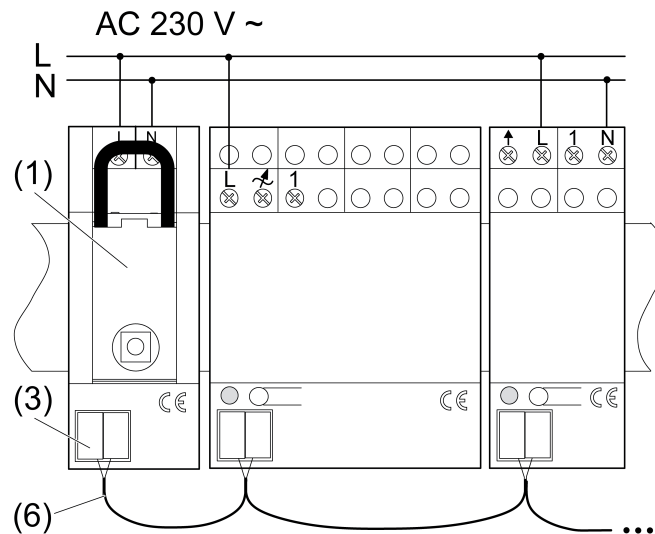

Figura 3
- Montar el radorreceptor (1) en un perfil DIN.
- Conectar el radorreceptor conforme al esquema de conexión (figura 3).
- Conectar el radorreceptor con el actuador vía radio REG a través de los terminales (3) con un cable de bus (6).